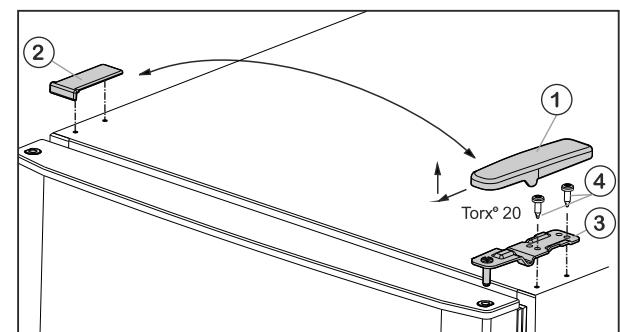

Fig. 6
- Kryt Fig. 6 (1) odoberte smerom dopredu a hore.
- Kryt Fig. 6 (2) nadvihnite.
- ▶ Hornú ložiskovú konzolu Fig. 6 (3) odskrutkujte (2 x Torx® 20) Fig. 6 (4) a odoberte smerom hore.
- ▶ Vrchnú ložiskovú konzolu Fig. 6 (3) nasadťte na novej strane závesu do dverí.
- ▶ Hornú ložiskovú konzolu **pevne (pomocou krútiaceho momentu 4 Nm)** priskrutkujte (2x Torx® 20) Fig. 6 (4). V prípade potreby použite akumulátorový skrutkovač.
- ▶ Kryt Fig. 6 (1) nasadťte na opačnú stranu zvonka a zaklapnite.
- ▶ Kryt Fig. 6 (2) nasadťte vždy na opačnú stranu zhora a zaklapnite.